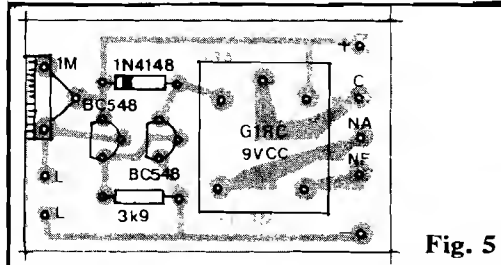
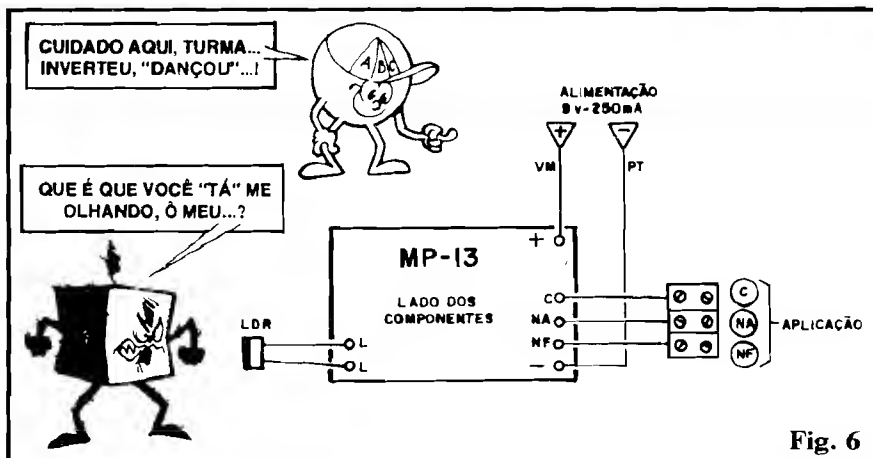

Fig. 5
Fig. 6
- **FIG. 5** - Diagrama de montagem ("chapeado") com a placa agora vista pelo lado não cobreado, todas as principais peças colocadas, identificadas e com os códigos de acesso externo à placa também indicados. **ATENÇÃO** ao posicionamento dos dois transístores (referenciados pelos seus lados "chatos" e do diodo (faixa ou anel na extremidade que "aponta" para o trim-pot...). **NÃO ES-**
- **FIG. 6** - Conexões externas à placa (esta ainda vista pelo lado não cobreado, como na fig. anterior...). Conferir e comparar os pontos de ligação das “coisas que estão fora” da placa, com as indicações também marcadas na fig. 5. **ATENÇÃO** à identificação da polaridade dos fios da alimentação (sempre convém usar fio